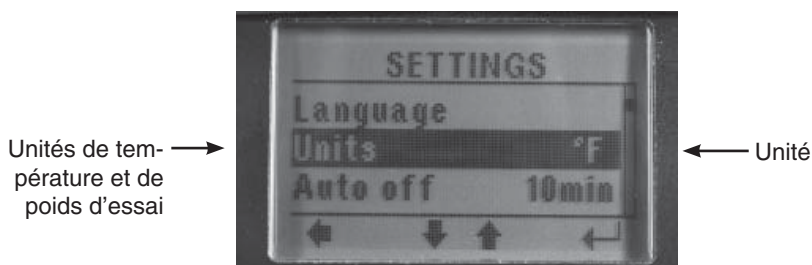

Figure 13. Unités de température et de poids d'essai
3. Utiliser les boutons Monte/Descend pour défiler sur « Unités » (Figure 13)